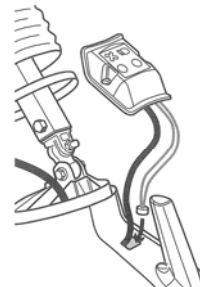

Fig. 10
5) スポットライトのケーブルをフード内部に挿入してください。(Fig. 10)